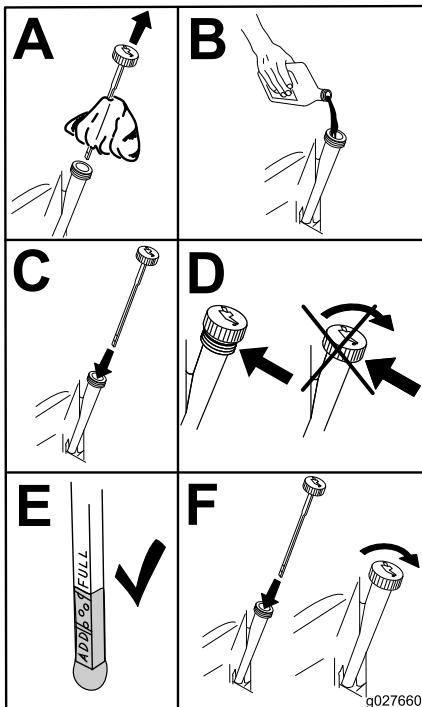

Figure 37
5. Versez lentement environ 80 % de l'huile spécifiée dans le tube de remplissage, puis faites l'appoint lentement jusqu'à ce que le niveau atteigne le repère maximum (**Full**) (Figure 37).